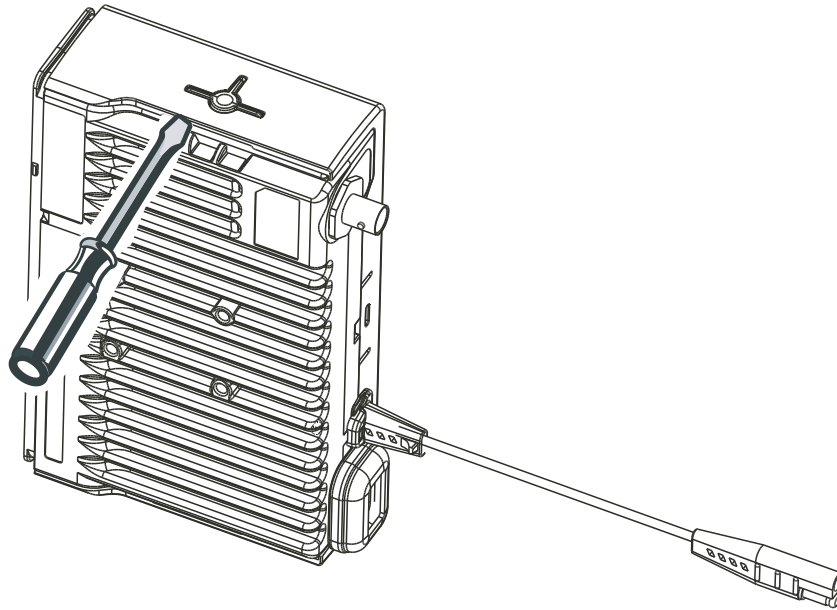

Figura 2-4 Desmontaje de la cubierta superior (chasis vertical).
1. Coloque el radio en posición vertical como se muestra en la Figura 2-4.